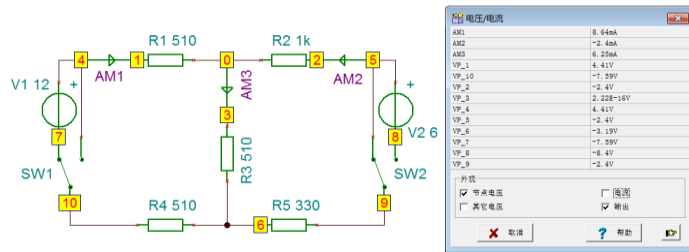

图 59 电压源 V1 接入，V2 不接入时的直流电压/电流结果表
① 电压源 V_1 接入， V_2 不接入的电路直流分析结果：执行【分析|直流分析|直流结果表】菜单命令，电路图编辑窗口如图 59 所示显示直流电压/电流结果表。